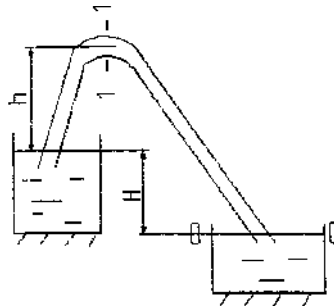

Рисунок 6
17. Із верхнього резервуара в нижній надходить вода заданої температури  $t^\circ\text{C}$  по новому сталевому сифонному трубопроводі діаметром  $d$ , довжиною  $l$  і витратами  $Q$ , а відстань від початку трубопроводу до перерізу I-I  $h$ . Визначити різницю рівнів  $H$  у резервуарах. (Рис. 6).